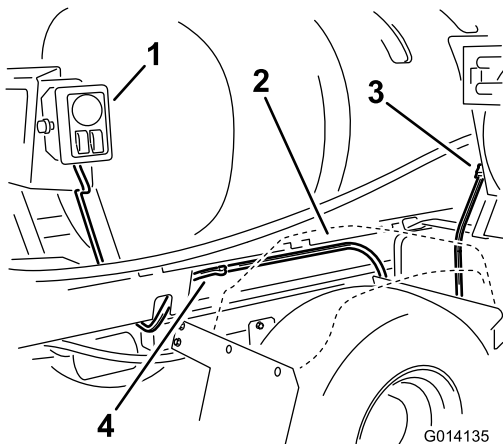

Figure 18
- À partir du boîtier de commande, acheminez le faisceau de câblage restant, avec le connecteur du dévidoir, vers l'avant sur le côté droit de la machine, entre le patin de la cuve et l'aile arrière droite (Figure 18). Utilisez 2 connecteurs poussoirs pour fixer le faisceau de câblage au bâti du patin de cuve.